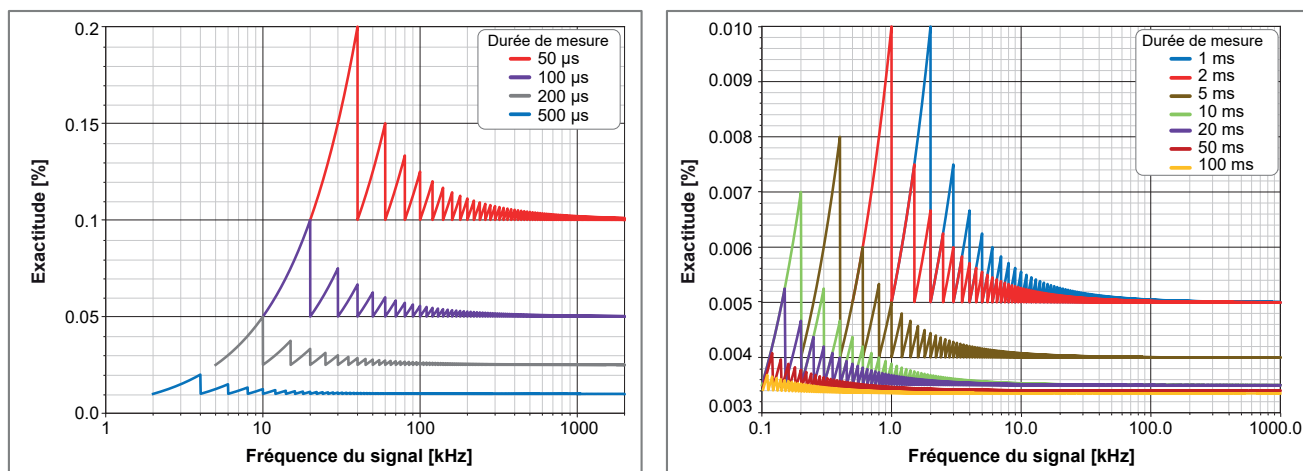
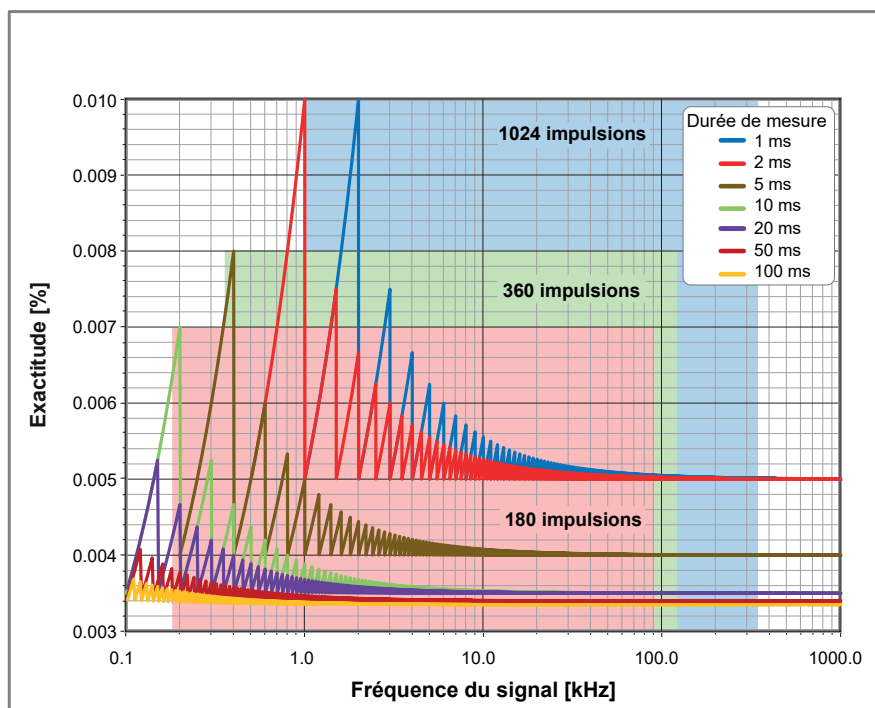

Figure 17 : Inexactitude maximale de la fréquence
Figure 19 : Plage utile de la vitesse de rotation en fonction de l'inexactitude et de la durée de mesure
- (1) Note : pour obtenir la meilleure exactitude possible, le prescaler doit être aussi faible que possible pour la plage de fréquences sélectionnée.
- (2) Dans le pire des cas, la fréquence du signal est légèrement inférieure à la valeur affichée, ce qui correspond à la courbe en dents de scie observée sur la Figure 17.
En superposant ces plages utiles aux courbes d'inexactitude du timer de la Figure 17, on obtient la Figure 18 (voir ci-dessous).
En superposant ces plages utiles aux courbes d'inexactitude du timer de la Figure 17, on obtient la Figure 19 (voir ci-dessous).